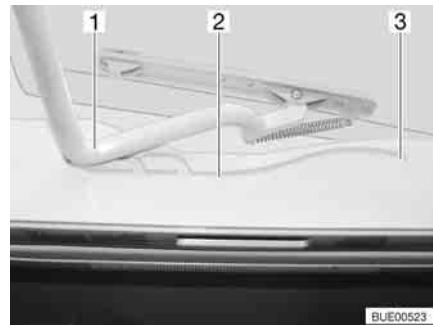

Fig. 37 Oblò Heki, guida
■ Tirare la staffa (Fig. 37,1) nelle guide (Fig. 37,2) fino alla posizione più all'indietro (Fig. 37,3).
Chiusura: ■ Spingere la staffa (Fig. 37,1) leggermente verso l'alto con ambedue le mani.
■ Tirare la staffa nelle guide (Fig. 37,2) fino alla posizione desiderata.